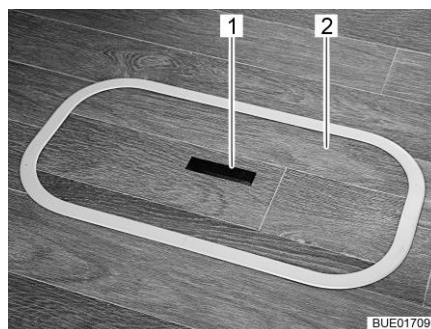
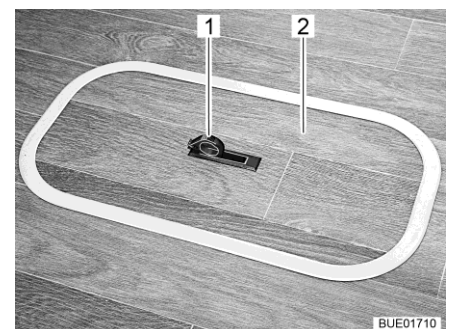

Bild 70 Lock för golvfacket (handtag sänkt)
Bild 71 Lock för golvfacket (handtag utsvängd)
- Tryck nedåt på ena sidan av gripplattan (Bild 70,1). Handtaget (Bild 71,1) svängs upp.
- Ta av locket (Bild 70,2 eller Bild 71,2) uppåt.